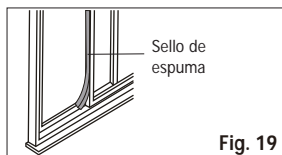

Fig. 19
6. Corte el sello de espuma a un largo apropiado y selle el espacio abierto entre el marco deslizable y la parte externa del marco de la ventana, como se muestra en Fig.19.